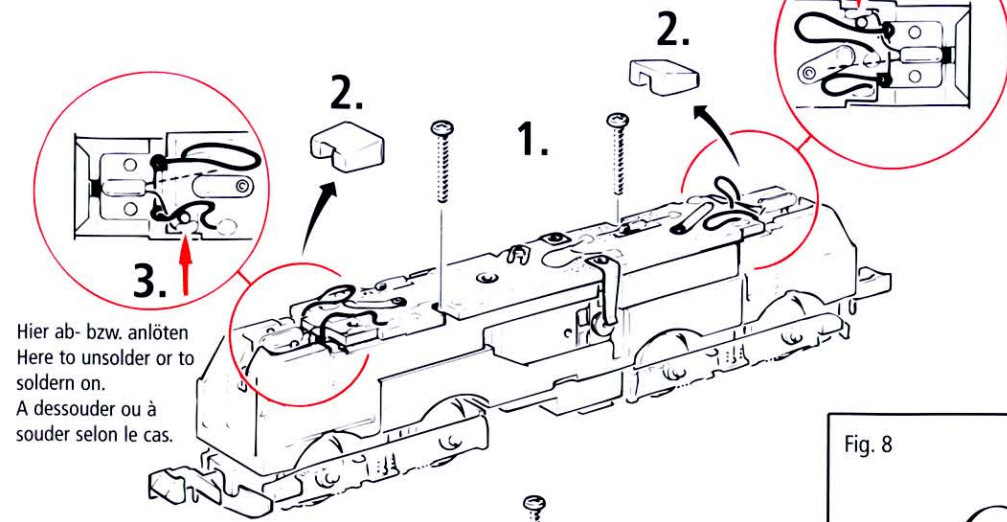

Fig. 7
**2. Graissage:** N'appliquez **qu'une toute petite goutte** aux endroits indiqués par le plan de graissage (fig. 7) après avoir démonté la caisse de la locomotive (fig. 2). Nous vous recommandons le **graisseur à huile ROCO réf. 10906**. Pour graisser les engrenages (roues dentées, vis sans fin) nous vous conseillons la **graisse spéciale Roco réf. 10905** pour engrenages en matières synthétiques. Lorsque vous utilisez cette graisse il faut éviter d'huiler ces composants.
**2. Lubrication:** Apply **tiny oil drops** to spots marked in fig. 7. Prior to lubrication dismantle locomotive (fig. 2). We recommend using item no **10906, Roco oiler**. For lubrication the gear-parts (e.g. cog-wheels, worm) we would recommend our Roco **special grease** (item No. **10905**). Attention: Please do not oil these parts when using our grease.
**2. Schmierung:** Versehen Sie die im Schmierplan in Fig. 7 gekennzeichneten Stellen mit nur **kleinen Öltropfen**. Dazu zuerst das Lokgehäuse abnehmen (Fig. 2). Wir empfehlen den **Roco-Öler** Art.-Nr. **10906**. Zur Schmierung der Getriebeteile (Zahnräder, Schnecke) empfehlen wir das **Roco-Spezialfett 10905**. Im Falle der Schmierung diese Teile bitte nicht ölen.